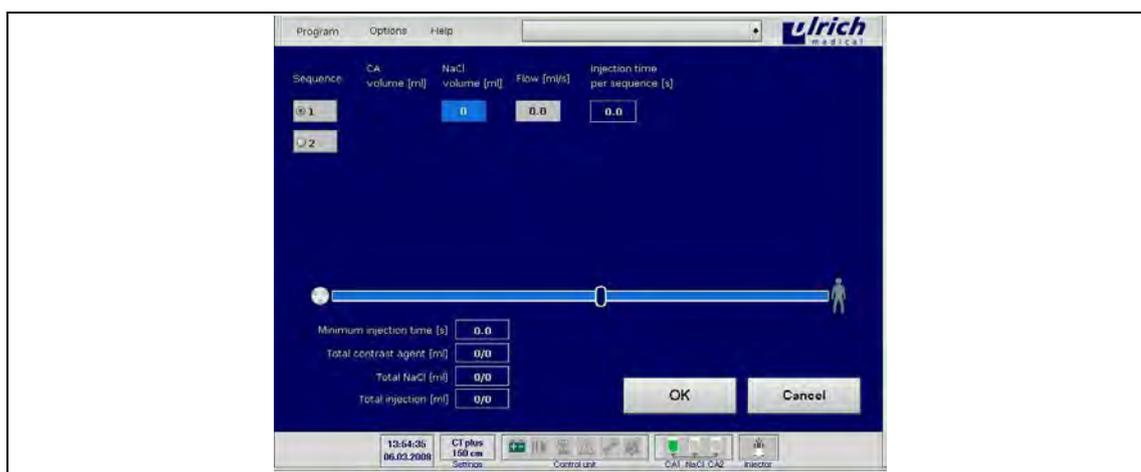

Рис. 45: Новая программа со строкой последовательности
Появляется кнопка открытия второй последовательности (см. Рис. 45, стр. 63).
- Выбрать последнюю кнопку последовательности (напр., см. Рис. 45, стр. 63, кнопка последовательности 2).
- Выбрать предпоследнюю кнопку последовательности (напр., см. Рис. 45, стр. 63, кнопка последовательности 1).